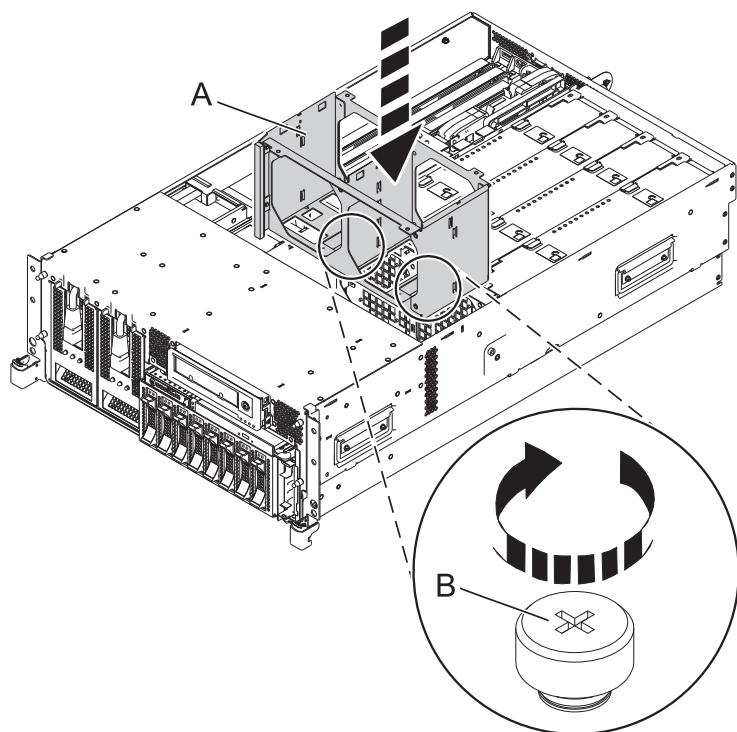

図 15. ファン・ケージの取り替え
- a. ファン・ケージ (A) を取り替えるには、図 15 に示すように、ロケーター・ピンを穴に通して位置合せしてから、2 つのつまみねじ (B) を締めます。